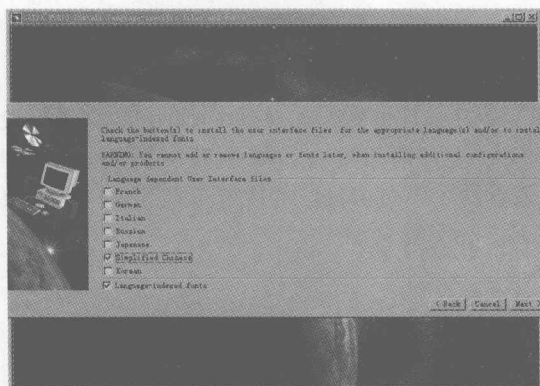

图 1-5 安装提示界面 5
- （5）选择手动安装类型后单击 Next 按钮，出现如图 1-5 所示的软件操作语言提示框，选择需要的操作语言。